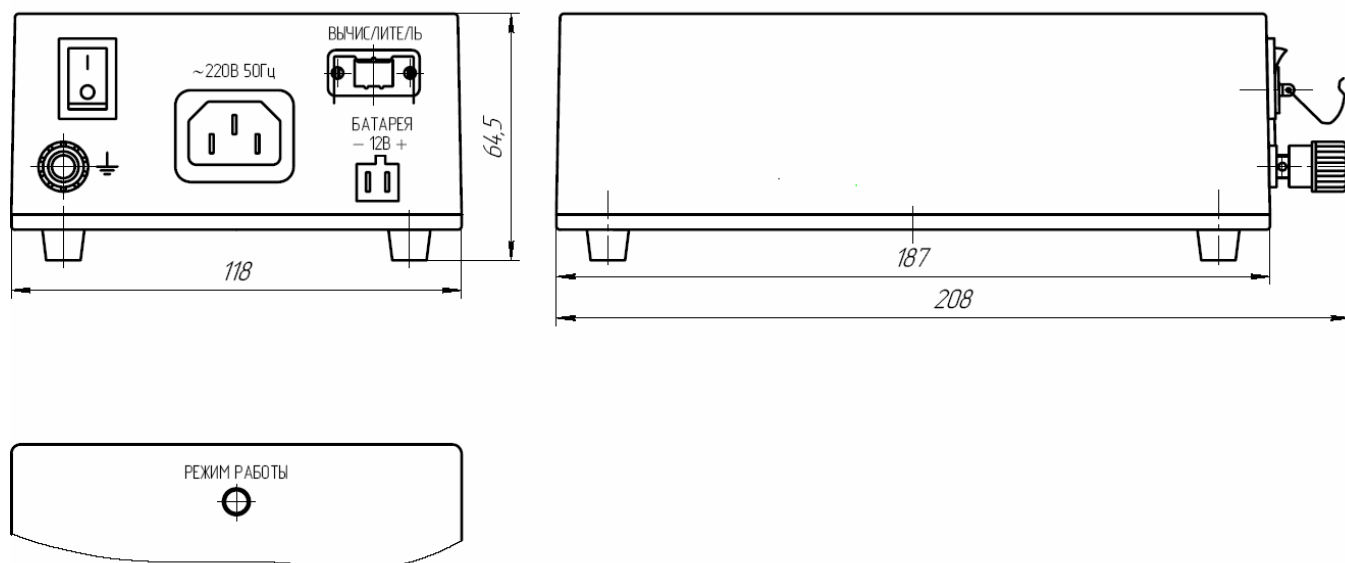

Рис. 1 – Чертеж общего вида
3.1.3 На передней панели расположен индикатор различных режимов работы блока питания (поз.1 на рис.1).
4.1.2.3 Для отключения блока питания в аварийной ситуации следует нажать кнопку включения/выключения (см. рис.1) и отсоединить от сети кабель питания.
4.2.1.4 Для подачи напряжения подключите к сети переменного тока (220 В, 50 Гц) сетевой кабель, предварительно подключенный к соответствующему разъему (рис.1).